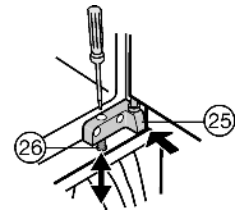

Fig. 13
- ▶ Gerät in der Höhe ausrichten: über die Stellschrauben Fig. 13 (26) in den Lagerböcken Fig. 13 (24, 25).